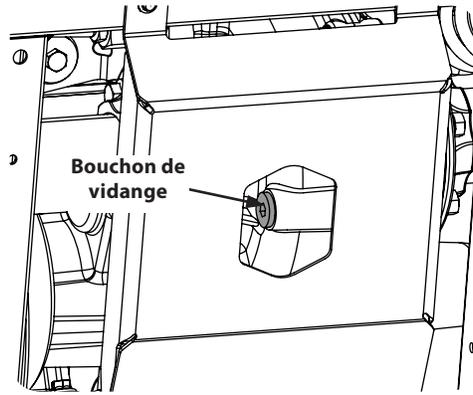

Figure 4-5
- Accédez au bouchon de vidange sous le véhicule, puis retirez le bouchon. Voir Figure 4-5.